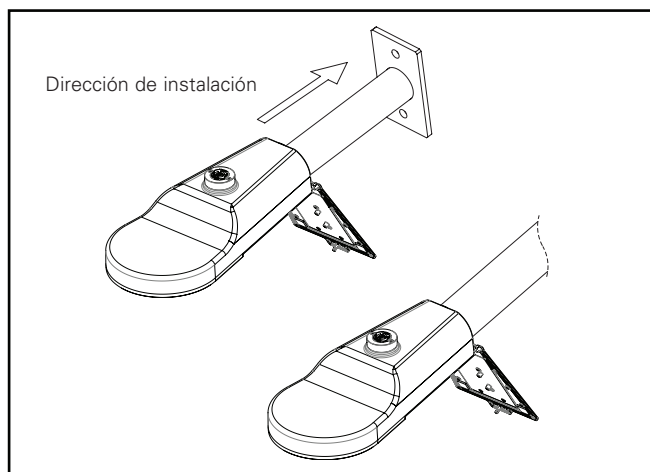

Figura 4.
5. Eleve la carcasa a su posición y coloque el extremo del brazo de montaje sobre escalones de nivelación a fin de que la carcasa quede nivelada. (Figura 4)